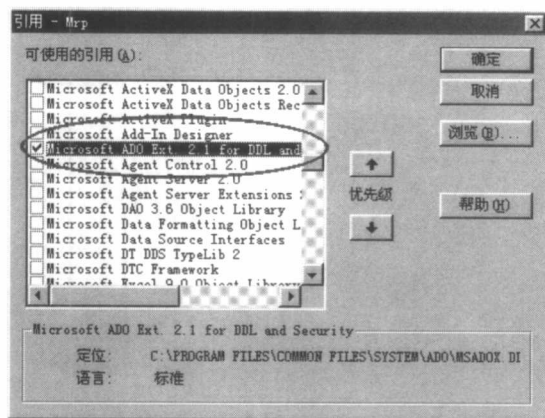

图4
(3) 在“可使用的引用”选择框中，向下滚动找到“Microsoft ADO Ext. 2.1(或 2.5 等) for DDL and Security”并选取，如图 4 所示。